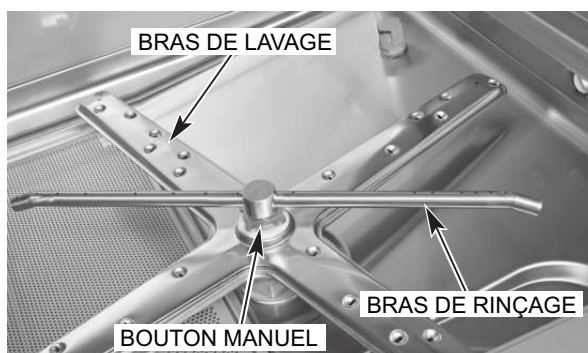

Fig. 21
7. Assurez-vous que les bras de lavage et de rinçage supérieurs et inférieurs (Fig. 21, 22) tournent librement et ne sont pas obstrués. Si ce n'est pas le cas, retirez les bras et éliminez les obstructions éventuelles. Reportez-vous à la section Entretien, page 31.